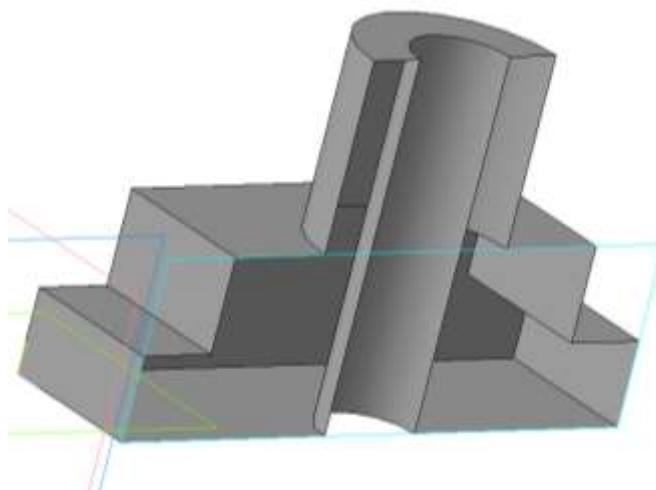

Рис. 7.16. Результат работы
- 8) Создать объект. Результат представлен на рис. 7.16. Сохраните.